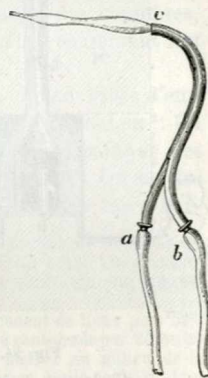

Fig. 85.
4. Dans les grands ateliers où l'on travaille les métaux, c'est au moyen d'un mélange d'air et de gaz d'éclairage que l'on effectue aujourd'hui les soudures. Deux tubes en caoutchouc *a b* (*fig. 85*) amènent, l'un du gaz, l'autre un courant d'air forcé fourni par une soufflerie, dans un tube de cuivre à l'extrémité *c* duquel le mélange brûle en donnant une flamme très-longue, très-chaude et aussi mobile qu'un crayon qu'on tient à la main. On a ainsi un véritable *outil de feu*, qui, sous un petit volume, peut tou-